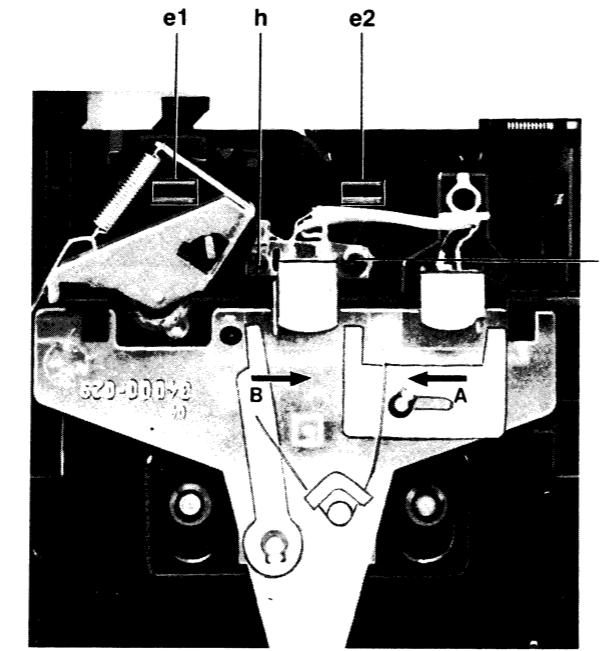

Abb. 6b Kopf 103 justierer
8. Kopf 103 justieren (Abb. 6b)